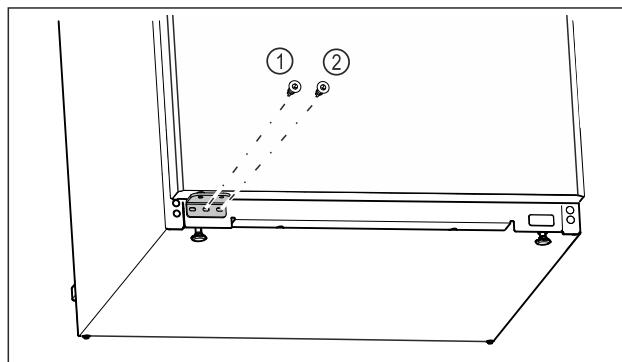

Fig. 18
- ▶ Затегнете централния винт на лагерната стойка Fig. 18 (1) с отвертка Torx 20.
- ▶ Затегнете вътрешния винт на лагерната стойка Fig. 18 (2) с отвертка Torx 20.